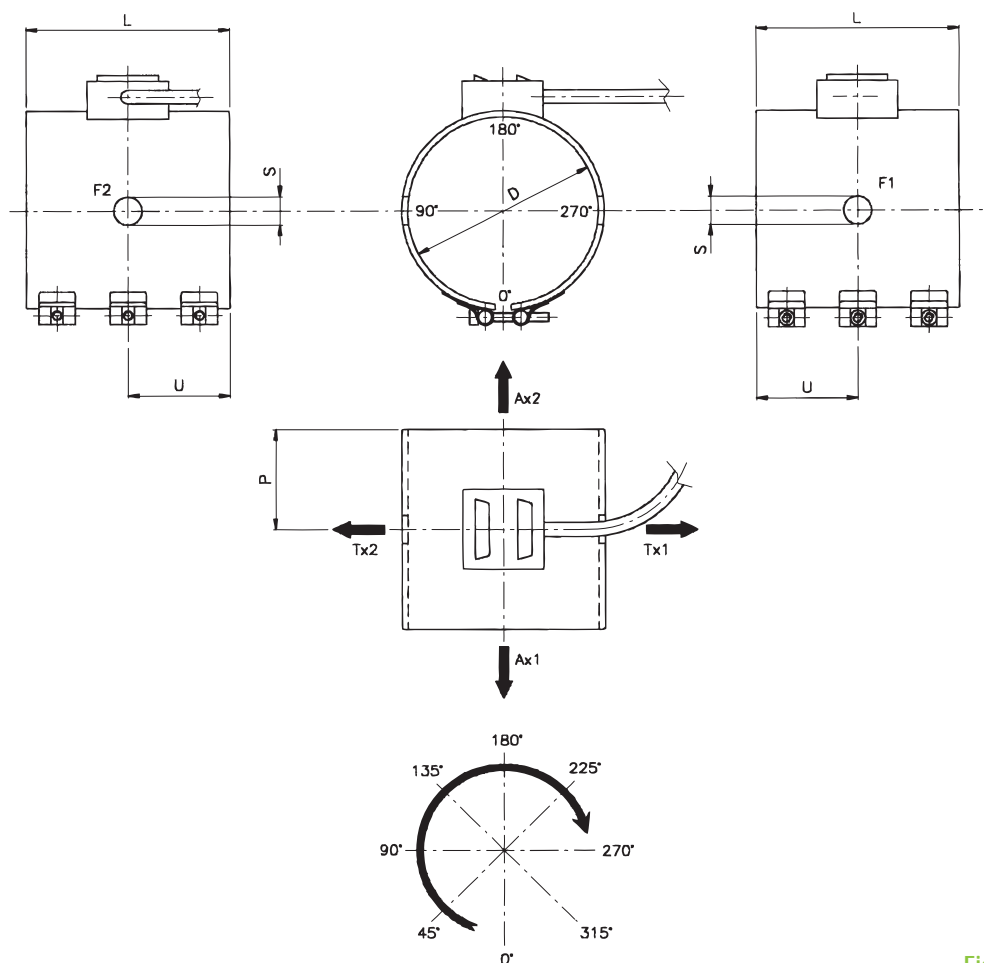

Fig. 1
- Diametro in mm (D)
- Larghezza in mm (L)
- Tensione di alimentazione (V)
- Potenza (W)
- Posizione uscita dal bordo (P)
- Posizione in gradi (fig. 1)
- Direzione del cavo: assiale (AX) - tangenziale (TX)
- Centro foro dal bordo (sulla larghezza) (U)
- Diametro del foro (S)